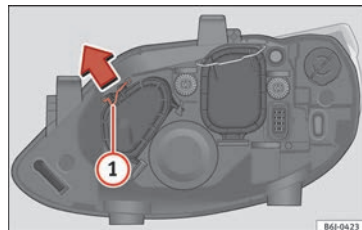

Abb. 180 Standlicht.
- Verschieben Sie die Strebe **①** in Pfeilrichtung und nehmen Sie den Deckel ab **» Abb. 180.**